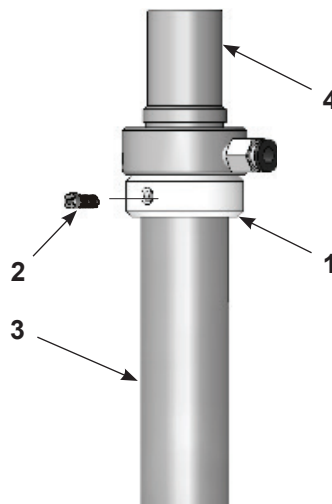

Figure 3-6 Pose du collier sur le tube de prélèvement
3. Voir la Figure 3-6. Monter le collier (1) sur le tube de prélèvement (2) comme illustré. Serrer la vis à six pans creux pour fixer le collier.